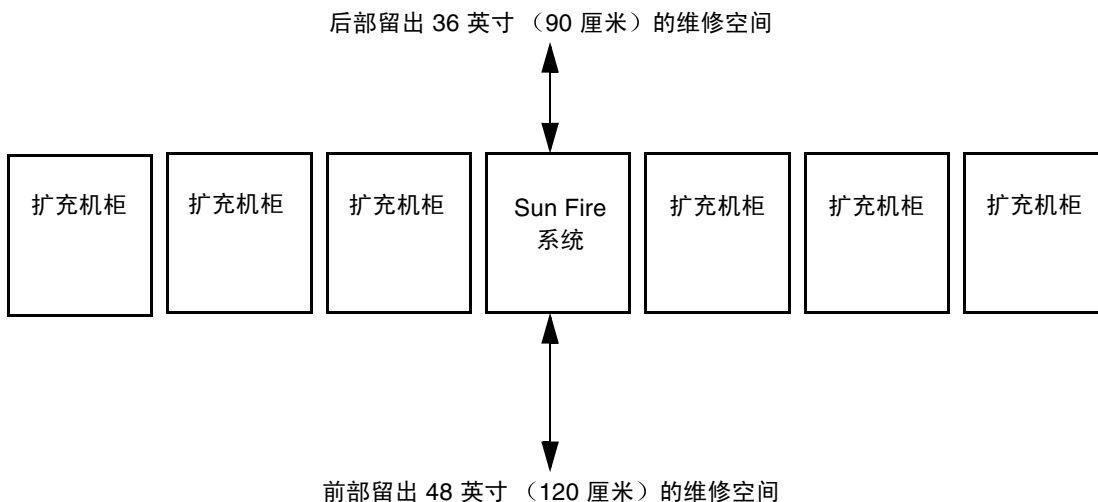

图 1-1 Sun Fire 系统维修区域 — 俯视图
- Sun Fire E4900 系统前部要求留出大约 48 英寸（120 厘米）的空间，而后部则要求留出 36 英寸（90 厘米）的空间，以便于维修人员维修部件（图 1-1）。